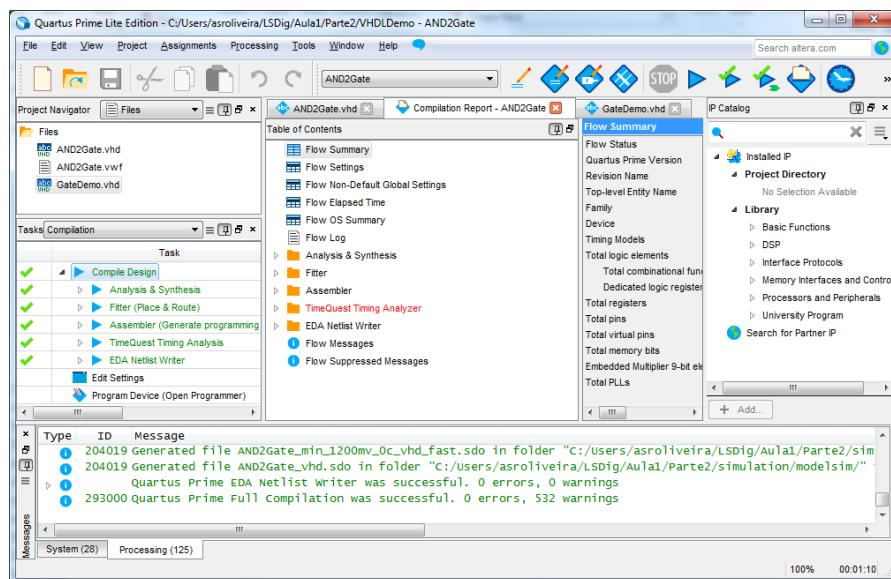

Figura 43 – “Quartus Prime” IDE após compilação (implementação) completa do projeto.
14. Efetue a síntese e implementação do projeto através do comando “*Compile Design*”. No final da compilação o IDE deve apresentar o aspetto da Figura 43.